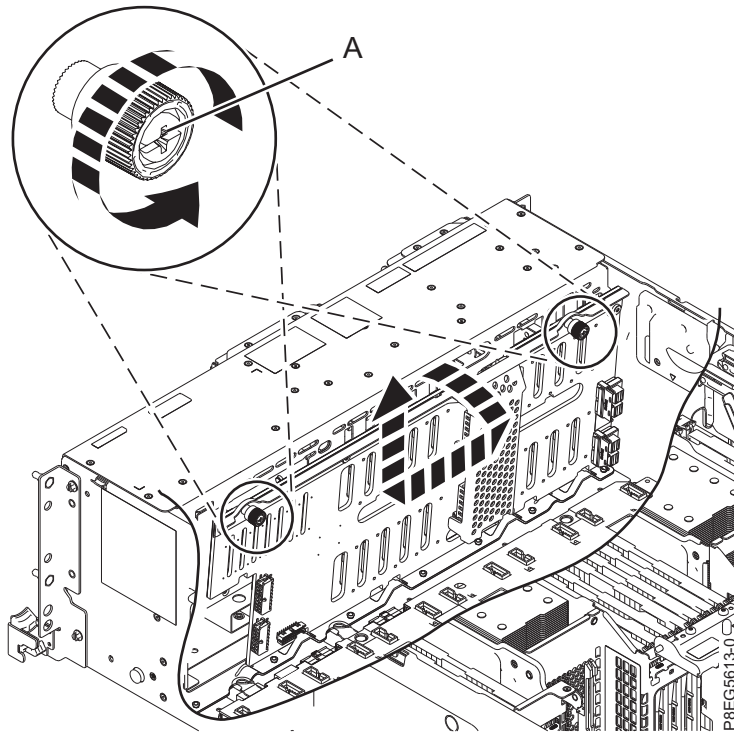

Figure 16. Retrait du fond de panier d'unité de disque
7. Dévissez soigneusement et complètement les vis imperdables du fond de panier d'unité de disque (A), comme illustré dans la figure 16.
8. Inclinez le fond de panier d'unité de disque dans le sens indiqué dans la figure 16, puis faites-le glisser vers le côté de sorte que les encoches du fond de panier libèrent les taquets du châssis.